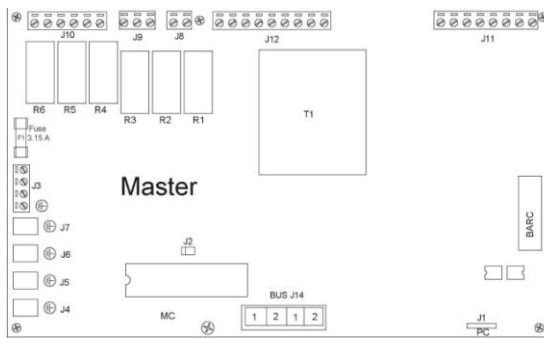

Figura 16
- Collegare il terminale X1 o il terminale X2 (che fanno parte del cablaggio del connettore J14 scollegato nel primo passo di questa procedura) ad una alimentazione di 24 V ac (vedi Figura 16).